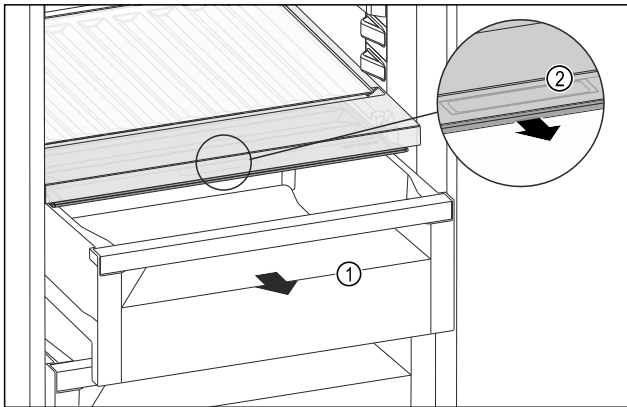

Fig. 195
- Retirer le tiroir Fig. 195 (1).
- Saisir la poignée encastrée Fig. 195 (2) du couvercle du compartiment et tirer le couvercle du compartiment par l'avant.